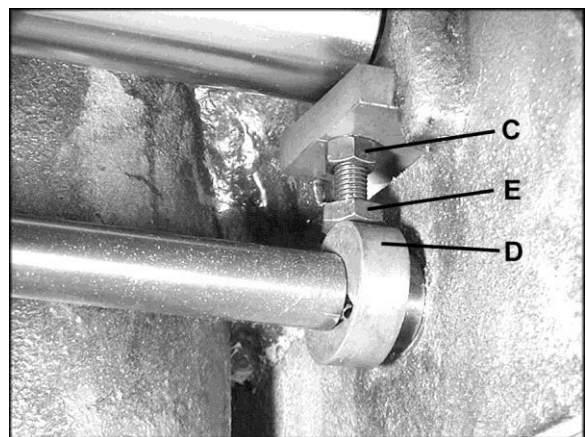

Рис. 17
5. Если показания индикатора больше или меньше нуля, возьмите гаечный ключ и ослабьте шестигранную гайку (С, рис. 17) под столом, которая находится над кулачком (D, рис. 17) рядом с концом ролика, который нуждается в регулировке. Вращайте болт (Е, рис. 17) до тех пор, пока индикатор не покажет ноль.